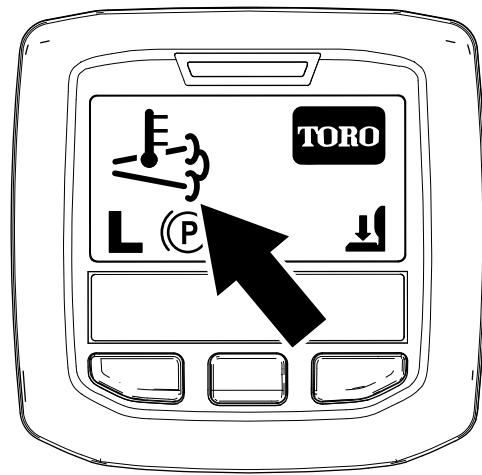

Bild 63
- () wird im InfoCenter angezeigt (Bild 63).